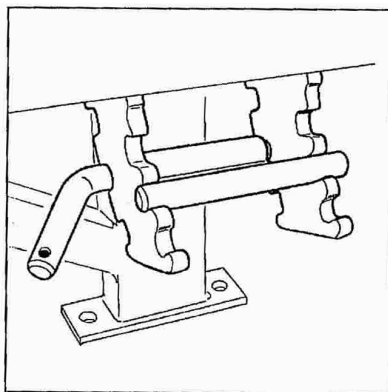

Fig. 10-3
Diese können in vier verschiedenen Positionen angebracht (B) oder ganz abgenommen werden (A), wie Abb. 10-3 und 10-4 zeigen. Die Anschläge in die gewünschte Position bringen, die Bolzen wieder einsetzen und mit Splinten sichern. (Der Tragarm soll am Anschlag anliegen, bevor der Wickelvorgang anfängt, damit der Ballen nicht von einer Seite auf die andere pendelt.)